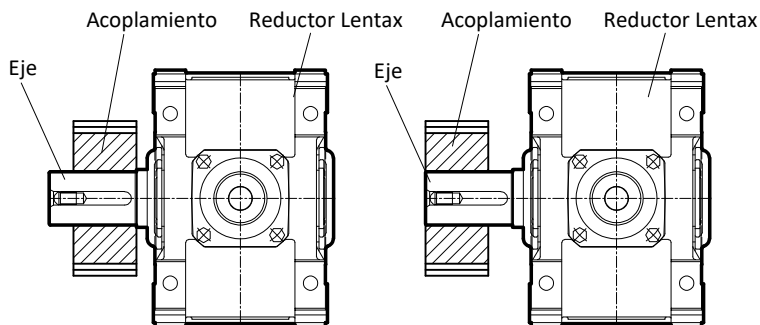

Fig. 6-3
(2) Cadena, piñón y engranaje
- Posicione el piñón y el engranaje tan cerca del reductor Lentax como sea posible, para que el punto de aplicación de la carga esté cerca de la línea de centro vertical del reductor (Fig. 6-3).
(3) Correa en V